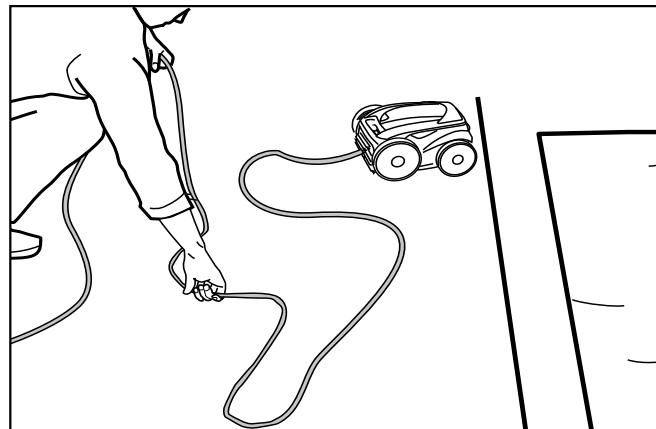

Figure 22. Démêler le câble d'alimentation
- Commencer par la tête de nettoyage. Retirer tous les nœuds du câble (Figure 22).